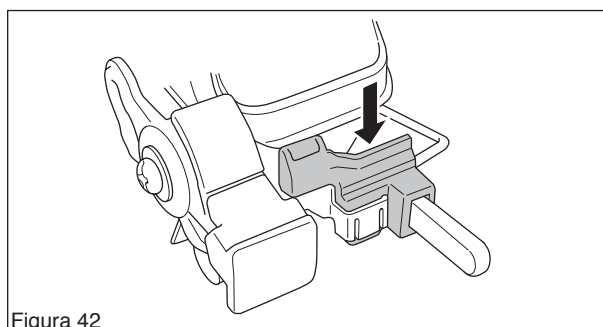

Figura 42
6. Enganche la varilla de accionamiento del acelerador en el carburador. Coloque el soporte de la empuñadura en la varilla de accionamiento del acelerador (A). Empuje la varilla hacia delante para que se introduzca en la empuñadura.
7. Presione el soporte de la empuñadura hacia dentro del soporte del filtro (véase la figura 42).